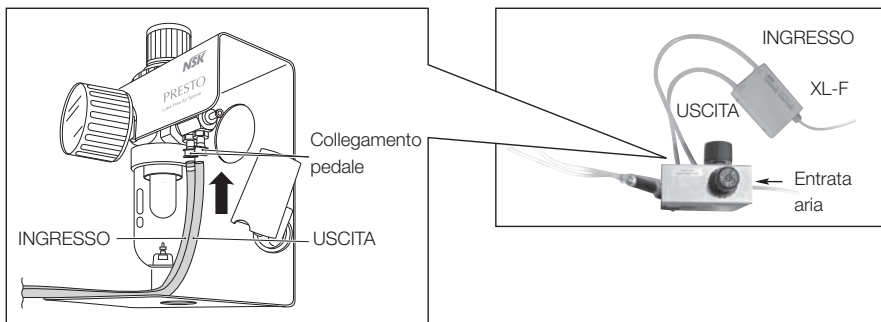

Fig. 4
Collegare i due cavi dell' ③ Adattatore Turbina all'interno della presa d'ingresso per il collegamento del pedale. (Fig.4)